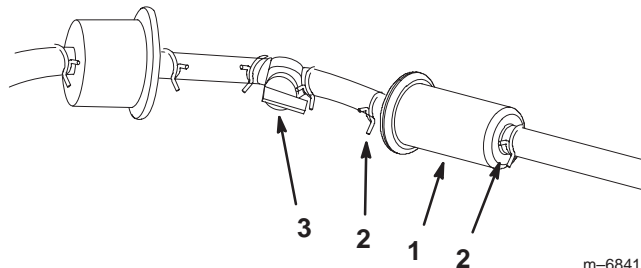

Figure 47
4. Fermez le robinet d'arrivée de carburant (Fig. 47).
5. Pincez les extrémités des colliers et faites glisser ceux-ci pour les éloigner du filtre (Fig. 47).
7. Posez un filtre neuf et rapprochez les colliers de fixation du filtre (Fig. 47).
9. Ouvrez le robinet d'arrivée de carburant (Fig. 47).